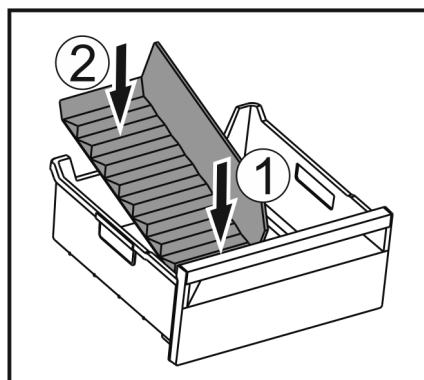

Fig. 75
- ▶ Installer la partie avant du séparateur de congélateur. Fig. 75 (1)
- ▶ Abaisser la partie arrière du séparateur de congélateur jusqu'au fond du tiroir. Fig. 75 (2)